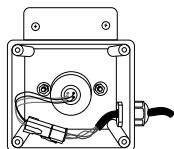

FIGURE 2
- Une fois que l'ampoule UV a refroidi, retirez le couvercle de l'enceinte du Système CLEARRAY (9) et le joint (8) en retirant les quatre vis (10). L'ampoule UV et les connexions sont ainsi exposées (Figure 2).